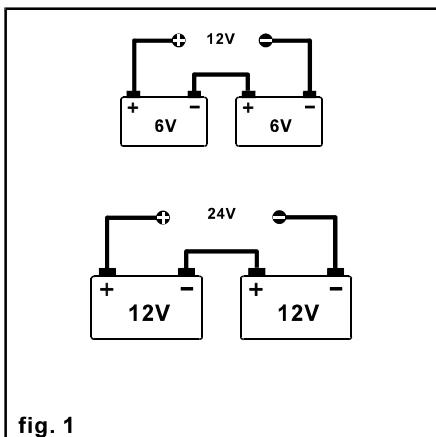
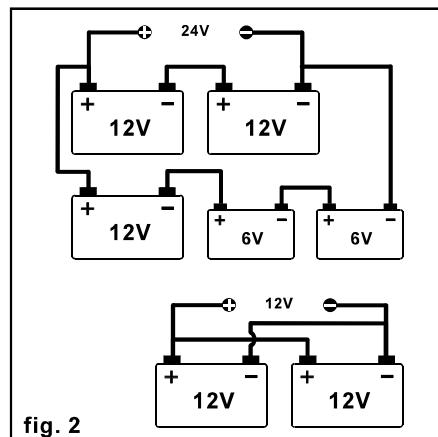

fig. 1
fig. 2
Dovendo caricare più di una batteria contemporaneamente, quando è possibile, si deve preferire il collegamento in serie (fig. 1). Nel caso di collegamento in parallelo (fig. 2) la corrente di carica di ogni batteria è data dalla corrente misurata dallo strumento (amperometro) del carica batteria diviso il numero di batterie in parallelo. Batterie solfatate, con elementi guasti o in cortocircuito danno origine a indicazioni errate dell'amperometro del carica batterie.
- Le batterie vanno caricate con i tappi degli elementi allentati (fig. 1).
- Il livello dell'elettrolito deve essere più alto dei separatori di alcuni millimetri (fig. 2).